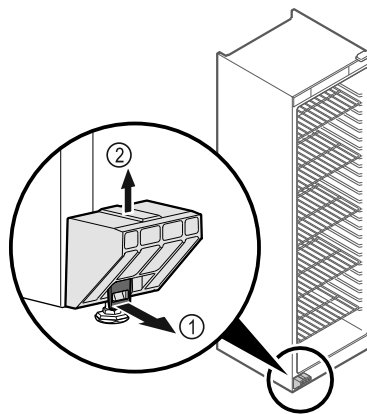

Fig. 6
- Beugel Fig. 6 (1) naar voren trekken.
- Transportbeveiliging Fig. 6 (2) naar boven toe lostrekken.